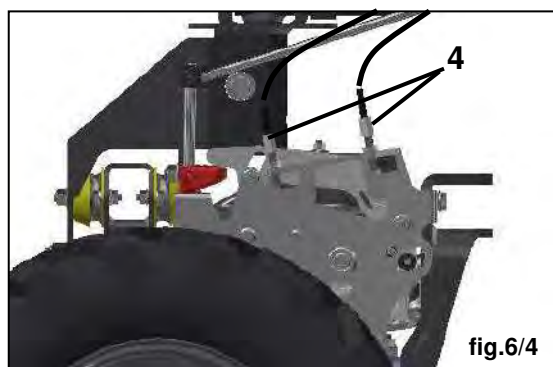

fig.6/4
- 6 - Einstellung der Motorendrehzahl (Abb.6/3) (siehe spezifische Motoranleitung)